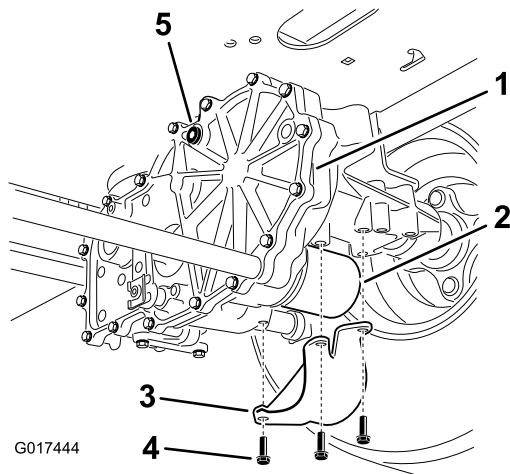

Figure 106
4. Localisez le filtre et les protections sur chaque transmission à boîte-pont (Figure 106).
5. Retirez les 3 vis qui fixent la protection du filtre et déposez la protection (Figure 106).